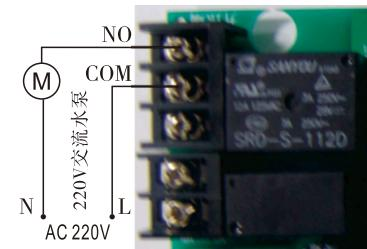
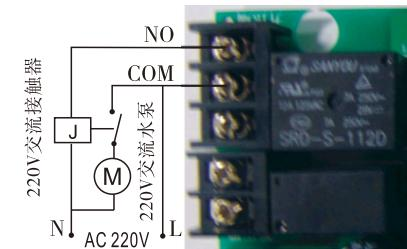

图3-7 进口接增压泵的接线图
图3-8 进口接增压泵的接线图
**应用说明：**当进水压力低于0.15MPa时，达不到反冲洗效果或难以吸盐时，需在进水口接入增压泵。输出控制模式设为b-01。当再生时，启动增压泵，其控制电路连接按图3-7所示。增压泵电流大于5A时，必须接入图3-8中的交流接触器。